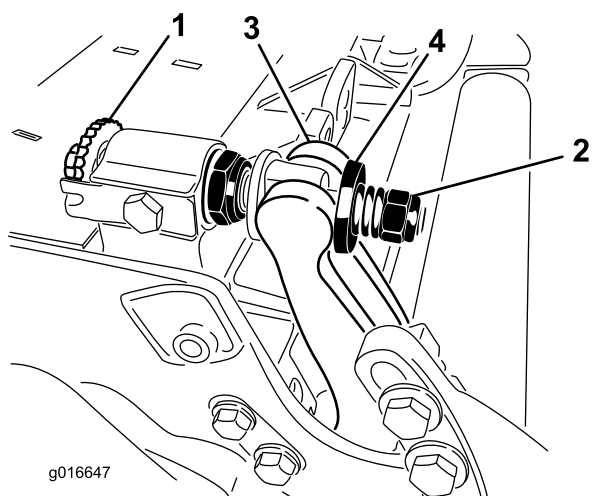

図 33
- ベッド・バー調整ネジ (図 33) を左に回してベッドナイフとリールの接触をなくす。
- スプリング・テンション・ナットをゆるめて、ワッシャーがベッドバーを全く押さないようにする (図 33)。
2. カッティングユニットのセンターフレームのブッシュ挿入場所にネバーシーズを塗布する (図 33)。